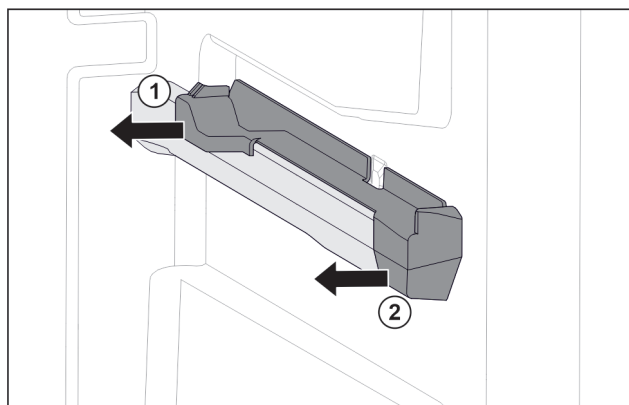

Fig. 85 Вставная часть на правом контейнерном ребре
- ▶ Отодвиньте вставную часть сзади в сторону. Fig. 85 (1)
- ▶ Отодвиньте вставную часть спереди в сторону. Fig. 85 (2)